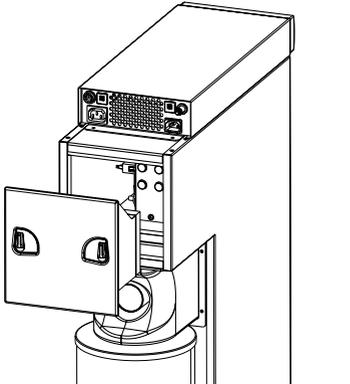

Fig. 18
- 2 Vous pouvez ensuite retirer la plaque de fermeture avec le silencieux vers l'arrière (Fig.18), retirer en même temps le conducteur de protection sur le boîtier du silencieux.